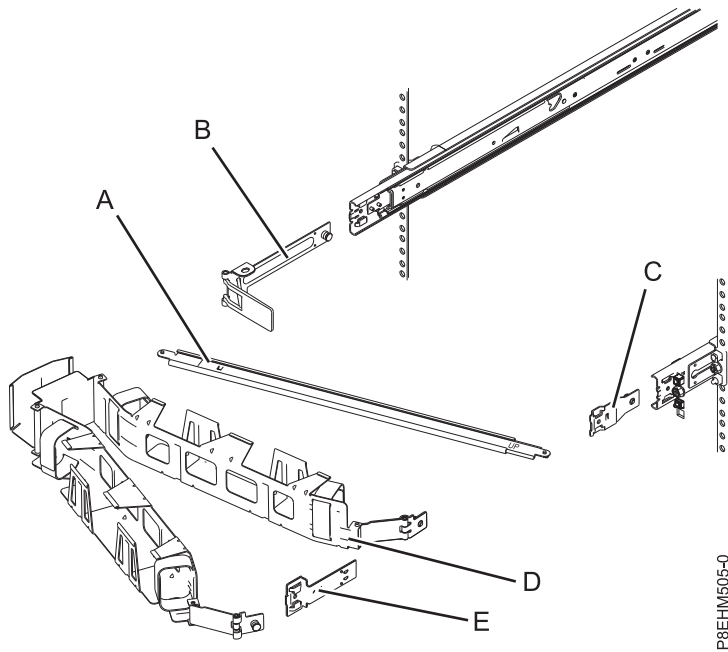

Figure 9. Positionnement relatif des composants du bras de routage des câbles avant assemblage
1. Assurez-vous de disposer des éléments ci-dessous. Voir figure 9.